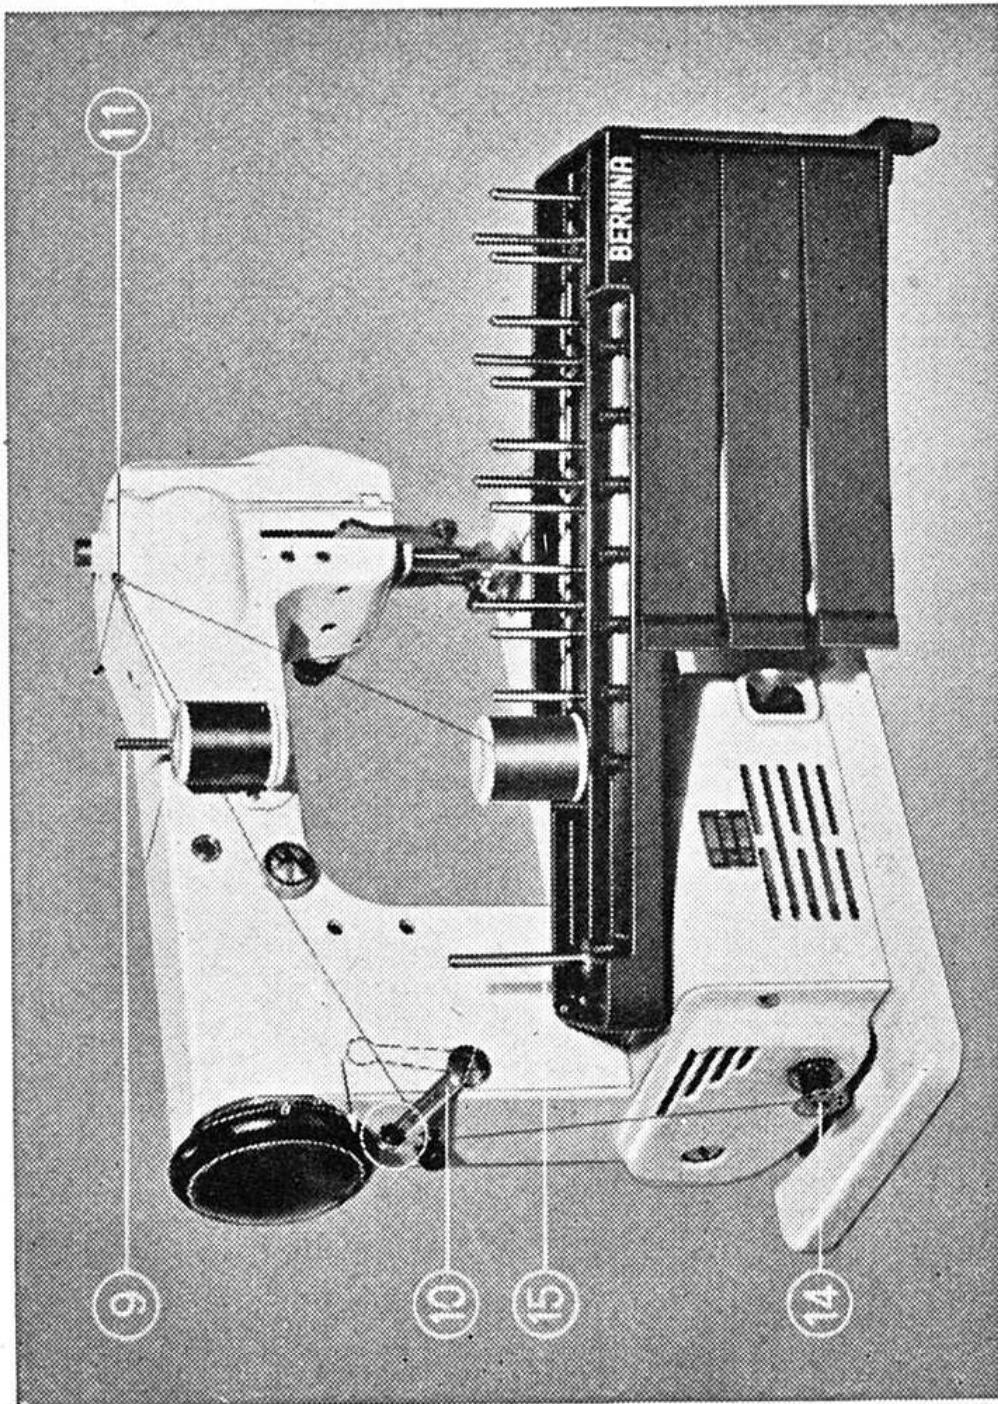

Fig. 9
6. Zum Oelen des Motors wird das Motorgehäuse entfernt. Zu diesem Zwecke löst man die beiden kleinen einander schräg gegenüber liegenden vernickelten Schrauben unterhalb der Grundplatte, sowie eine dritte, die sich seitlich des Motorgehäuses oberhalb der Spulerachse (Fig. 9, Nr. 14) befindet, und gibt zirka 4-5 Tropfen helles, geruchloses Nähmaschinen-Oel in die beiden Lager an den *rot* bezeichneten Stellen.
Fig. 9 a
Das Einfädeln des Garns zum Spulen ist sehr einfach. Von der Garnrolle auf dem Stift 9 führt man den Faden durch die Fadenöse 11 und von hier aus zum Fadenleitbügel 10, wo der Faden zuerst unter den Führungshaken 12, Fig. 9 a, und dann durch die Fadenspannung 13, Fig. 9 a, geführt wird. Hierauf führt man den Faden direkt auf die Metallspule. Durch leichten Druck auf den Kniehebel wird nun der Motor in Gang gebracht.